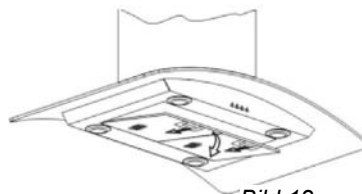

Bild.12
- Ta ur filtren så som visas i bild 12.
1. Ta bort Al filtret, se bild 12.